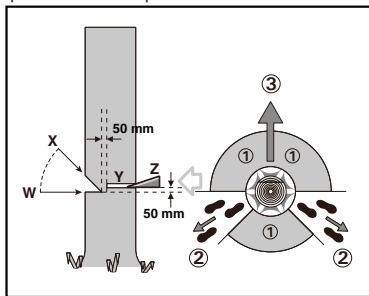

Figure 1
Prévoir et dégager un chemin d'évacuation autant que nécessaire avant de commencer les coupes. Le chemin d'évacuation doit s'étendre à l'arrière et diagonalement derrière la ligne de chute prévue comme illustré à la Figure 1.
Pratiquez une entaille égale à 1/3 du diamètre de l'arbre, perpendiculaire à la direction de chute comme illustré à la Figure 1. D'abord effectuer l'entaille inférieure horizontale (W). Cela évite que la chaîne ou la barre de guidage ne se coince pendant l'exécution de la deuxième entaille (X).
Pratiquez une coupe d'abattage (Y) d'au moins 50 mm plus grande que l'entaille horizontale comme illustré à la Figure 1.